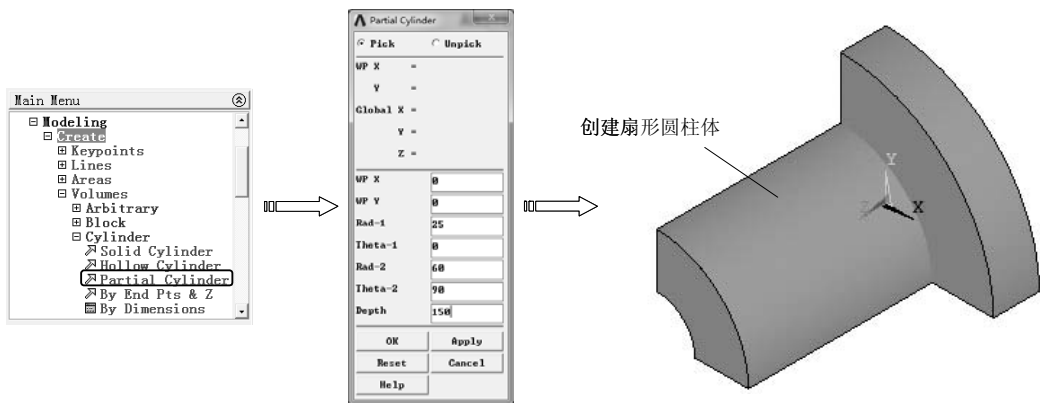

图 9-98 创建扇形圆柱体
2)选择“Main Menu>Preprocessor>Modeling>Create>Volumes>Cylinder>Partial Cylinder”命令,弹出“Partial Cylinder”对话框,在“WP X”和“WP Y”文本框中输入底面中心 X、Y 坐标 (0, 0),在“Rad-1”和“Rad-2”文本框中分别输入圆柱的内、外半径为 25 和 60,在“Theta-1”和“Theta-2”文本框中输入圆柱截面的起止角度为 0 和 90,在“Depth”文本框中输入高度 150,单击“OK”按钮创建扇形圆柱体,如图 9-98 所示。